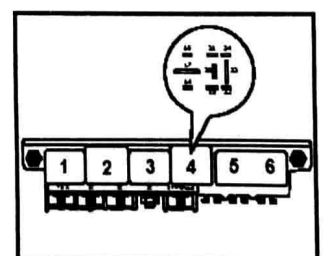

图1-1-28 示意图
(1) 拔下燃油泵继电器。
(2) 如图1-1-28所示,将万用表(电压挡)接到继电器插座触点17和搭铁间。规定值约为蓄电池电压。
(3) 如果未达到规定值:更换中央电器。
(2) 如果继电器吸合，但执行元件诊断时不吸合：更换发动机控制单元。
(3) 如果继电器不吸合：关闭点火开关，拔下跨接线，拔下燃油泵继电器，如图 1-1-28 所示，将万用表（电压挡）接到4号继电器触点 19 和发动机搭铁，打开点火开关。规定值约为蓄电池电压。
(4) 如果未达到规定值：检查导线连接。
(5) 如果达到规定值：检查4号继电器触点 16 和 V.A.G1598/31 触点 65 之间的导线是否断路或对地/对正极短路。
(6) 如需要，排除导线断路或短路。
(7) 如果未发现故障：更换燃油泵继电器 J17，接好发动机控制单元。